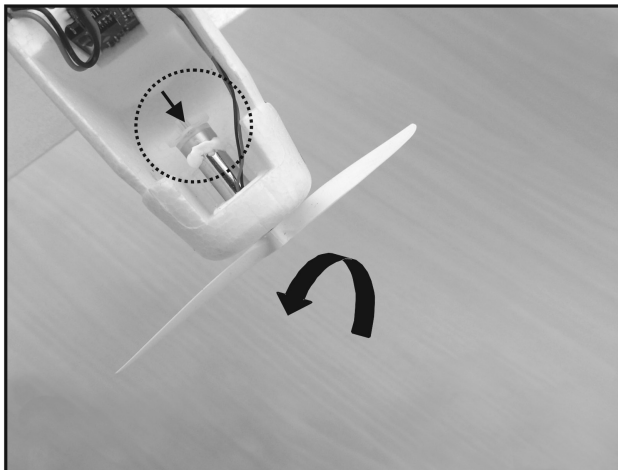

Bild 15
- Halten Sie mit einem Finger das untere, große Zahnrad der Propellerwelle fest (siehe Pfeil in Bild 15).